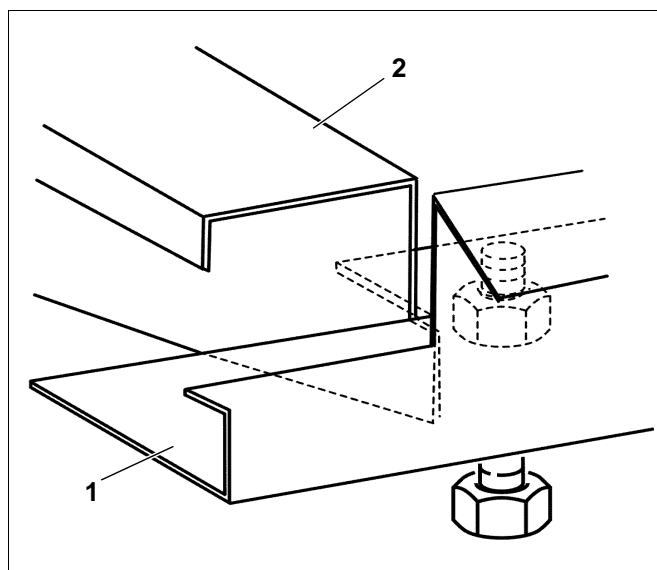

Fig. 38 Mettere i longheroni sulle traverse
- Mettere il longherone (fig. 38, **pos. 1**) con il ritaglio anteriore sul ritaglio della traversa (fig. 38, **pos. 2**).